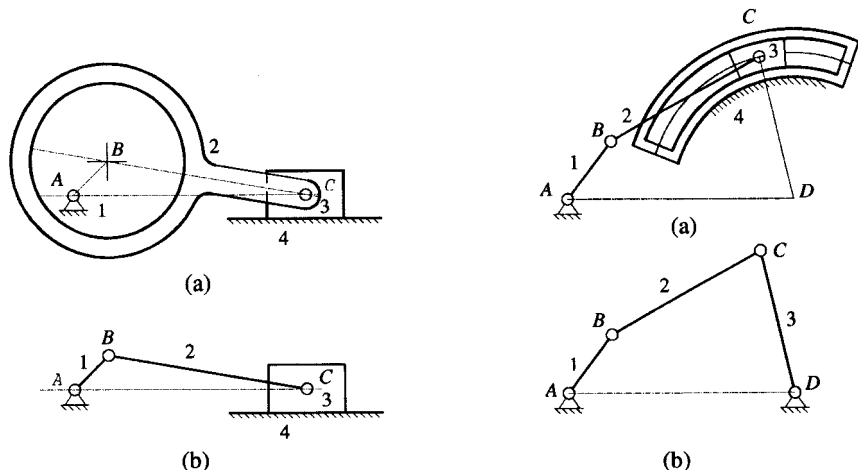

图 2-1
(1) 机构运动简图。绘制机构的运动简图时,为了反映机构的真实运动情况,一要明确构件数,二要明确构件间的运动副类型。画图时,代表转动副的小圆,其圆心必须与相对回转中心重合;代表移动副的滑块,其导路方向必须与相对移动方向平行或一致。
偏心轮和圆弧形滑块是转动副的特殊形式,初学者往往容易被它的外形所困惑,而不善于用简图来表示。事实上,只要找出相对转动中心,就能方便地画出简图。如图 2-1(a)^①所示的偏心轮机构,构件 1、2 的相对回转中心在 B 点,故其简图如图 2-1(b)所示。而图 2-2(a)中的弧形滑块 3 与机架的回转中心在 D 点,故其